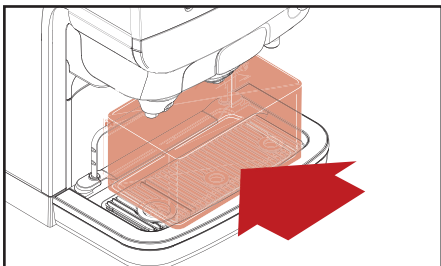

Fig. 5.7 - Plasser beholder
8. Plasser beholderen (fig. 5.7) under produktet utløp og trykk ← å skylle
8. Plasser beholderen (fig. 5.7) under